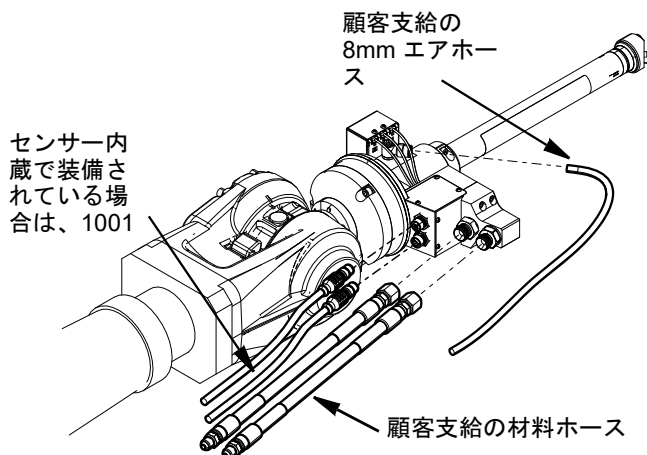

図 7
2. 材料入口ホースと材料リターンホースを取り外します。高圧ホース接続を緩める際は常に 2 本のレンチを使用します。以下を参照してください：図 7。
3. 8mm のエアホースを外してください。以下を参照してください：図 7。
4. 5 ピンケーブルコネクタ (1001) と 8 ピンケーブルコネクタ (1003) の取り付け金具を外して、ケーブルコネクタのプラグを外します。以下を参照してください：図 7。